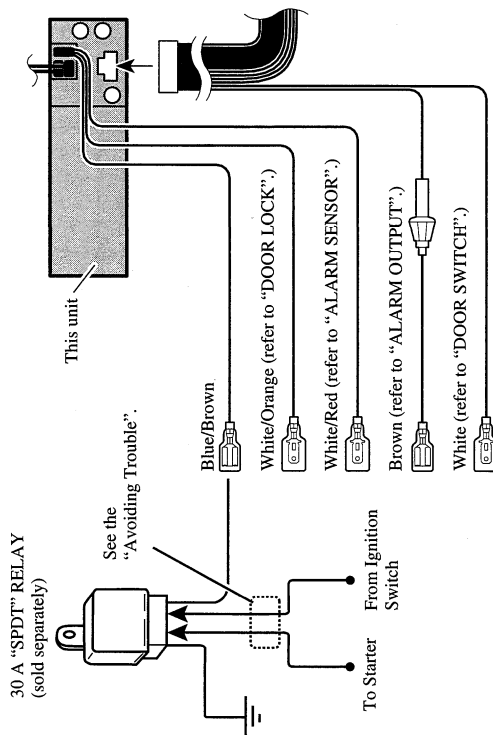

Fig. 36
- Blue/Brown (STARTER CUT-OFF)** (Fig. 36)